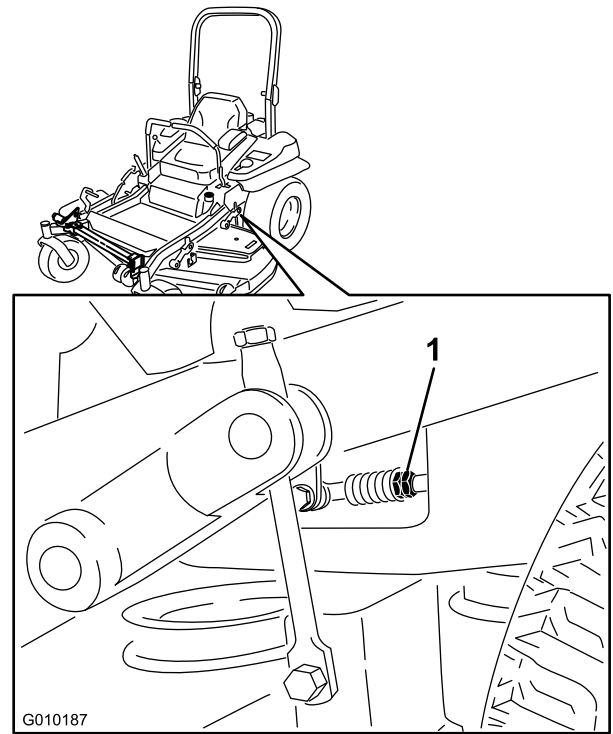

Figure 97
10. Réglez la longueur des tiges de pompes en tournant les doubles écrous dans le sens voulu jusqu'à ce que les roues tournent légèrement en marche arrière (Figure 97).